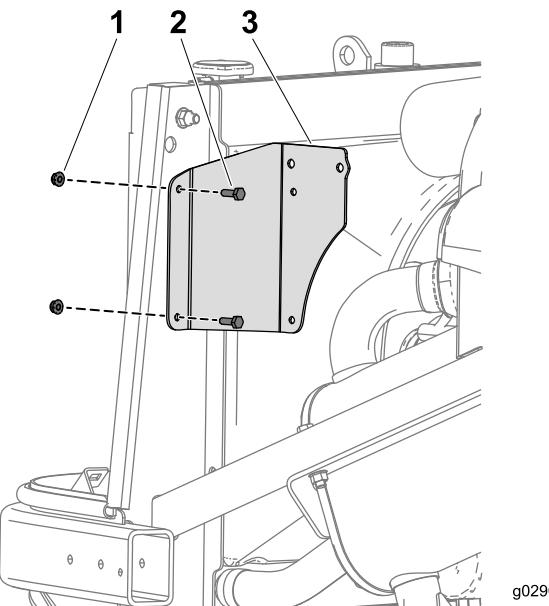

図14
1. ブラケットを取り付けるラジエターのオーバーフロータンク用ブラケットから取り外したボルト1/4 x 3/4インチ2本とナットを使用する図14。